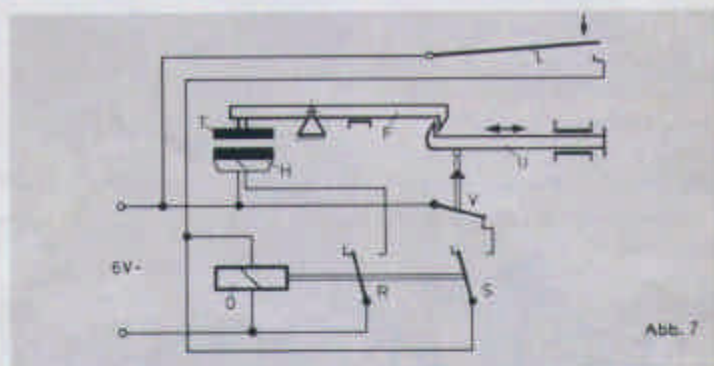

Abb. 7
5. Die elektrische Schaltung, Abbildung 7. Beim Einwurf einer passenden Münze wird der Steuerstromkreis der Relaispule O geschlossen. Gleichzeitig schließen aber auch die beiden Relaiskontakte R und S. Der Elektromagnet H bekommt über Kontakt R Spannung und zieht die Rückschlußplatte T am Rasthebel F an, so daß die Verriegelung des Warenschiebers ausgeklinkt wird. Auch nach dem Zurückspringen der Schwingfeder L bekommt die Relaispule weiterhin über den eigenen Kontakt S Spannung und speichert dabei den Schaltzustand so lange, bis der Warenschieber U herausgezogen wird und der Taster V den Spulenstromkreis des Relais wieder unterbricht. Dabei öffnen sich die Relaiskontakte R und S, der Elektromagnet H wird stromlos und der Rasthebel F fällt zurück. Wird der Warenschieber zurückgeschoben, so klinkt der Rasthebel wieder ein und verriegelt somit den Warenschieber gegen nochmaliges Herausziehen. Die Abbildung 8 zeigt das Modell von vorne, Abbildung 9 das fertige Modell mit der eingezeichneten Verdrahtung.